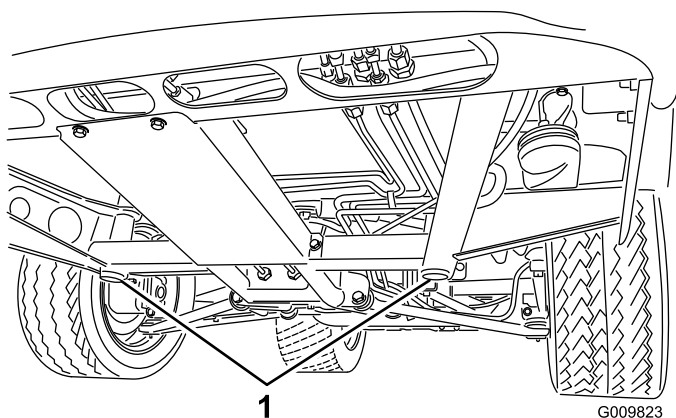

図 15
- ・ 車両前部のジャッキアップポイントは、前中央フレームサポートの下側です 図 15。